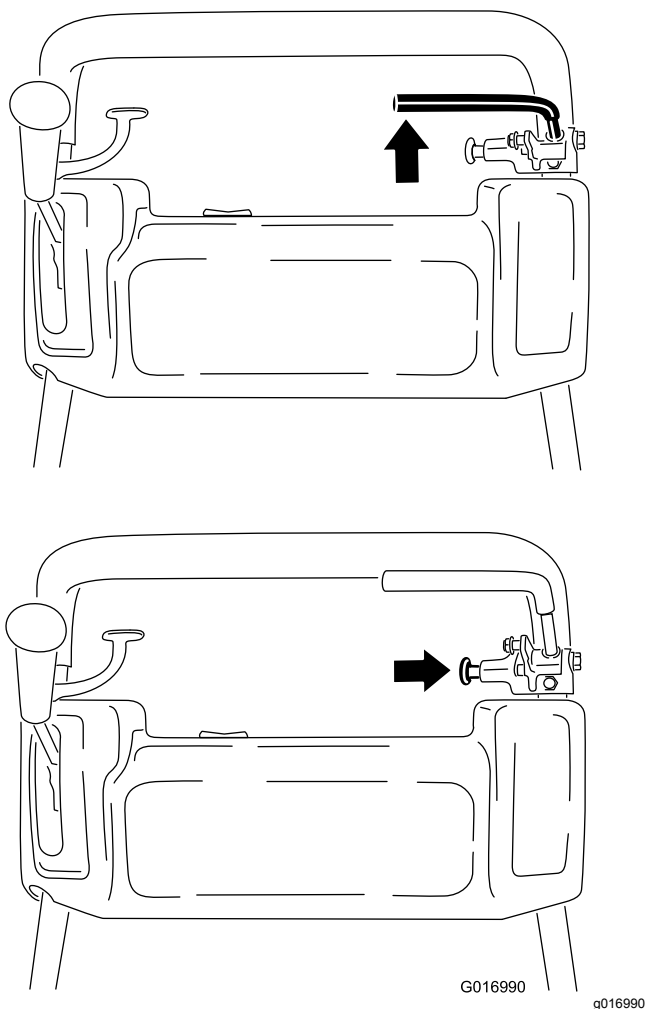

Figure 37
1. Serrez le frein de service puis enfoncez le bouton du frein de stationnement pour que le frein de service soit en appui sur la goupille du frein de stationnement (Figure 37).